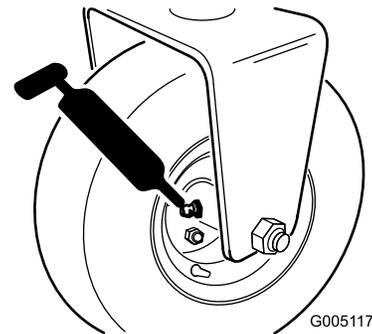

Figure 28
- Moyeu de roue arrière ou, si la machine est équipée d'un kit 3 roues motrices, embrayages à rouleau de roues arrière et roulement à billes extérieur (1) (Figure 28)